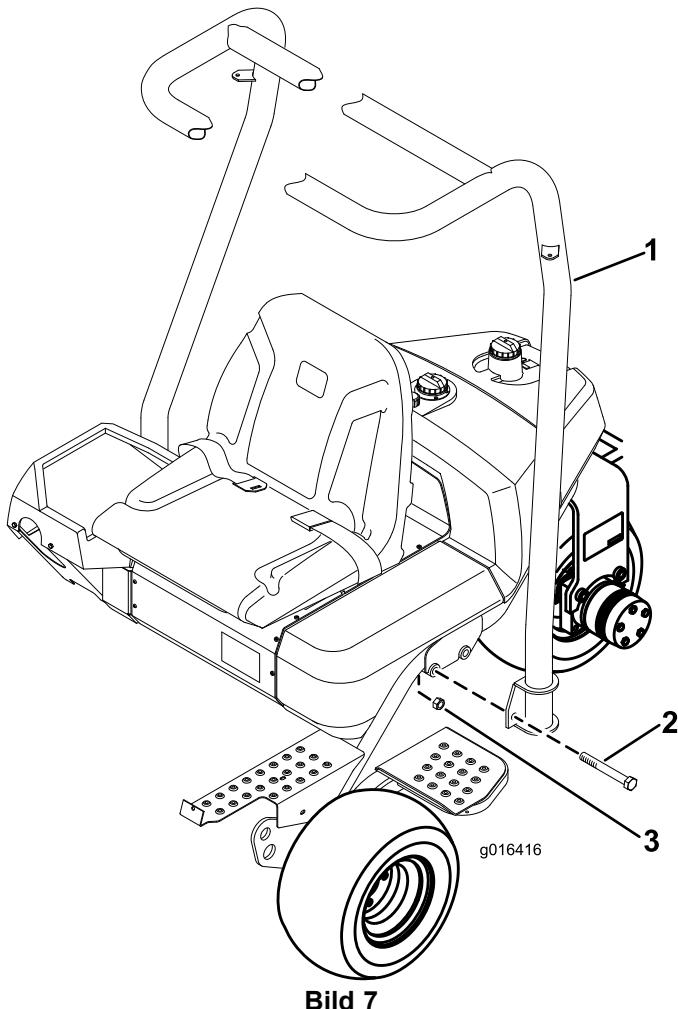

Bild 7
1. Positionieren Sie den Überrollschutz so, dass das Rohr oben zur Vorderseite der Maschine gekrümmmt ist (Bild 7).
2. Senken Sie den Überrollschutz auf den Rahmen und flüchten ihn mit den Befestigungslöchern aus (Bild 7).
3. Befestigen Sie jede Seite des Überrollschutzes mit zwei Schrauben (5/8 x 4-1/2") und Sicherungsmuttern am Rahmen, wie in Bild 7 dargestellt. Ziehen Sie sie auf 183 bis 223 N·m an.